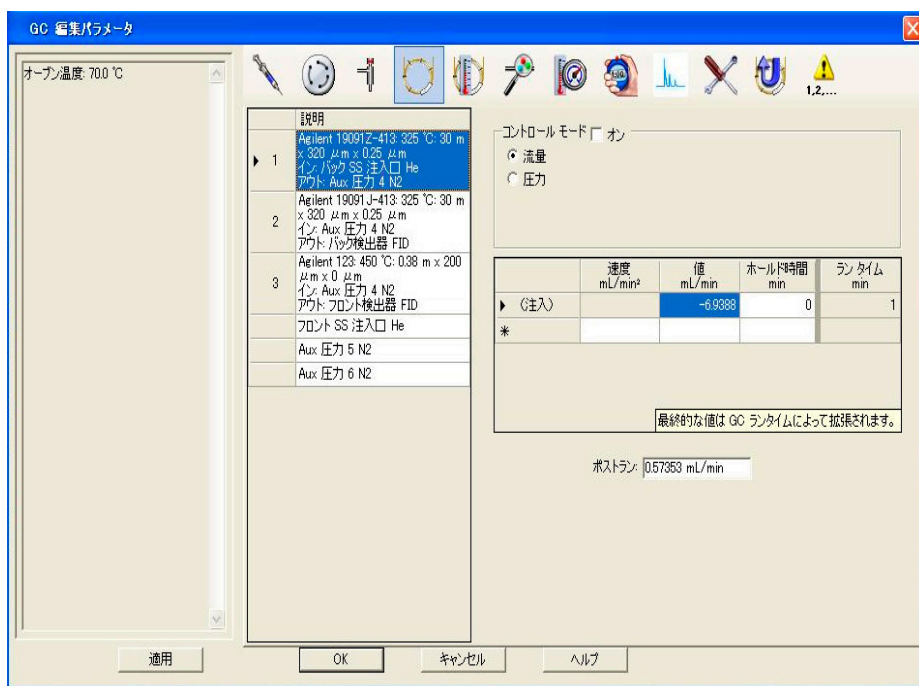

図 17 カラム流量を計算する
- 2 [カラム (Columns)] アイコンをクリックします（例として、図 17 を参照してください）。